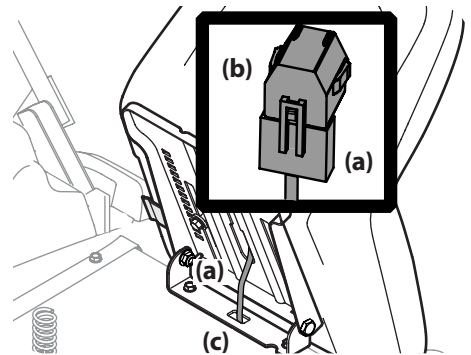

Figura 2-11
4. Si es necesario, conecte el mazo de cables del interruptor del asiento (a) al interruptor del asiento (b), como se muestra en la Figura 2-11. Asegúrese de empujar el cable excedente del cableado para que ingrese en el orificio de la caja del asiento (c) antes de continuar.